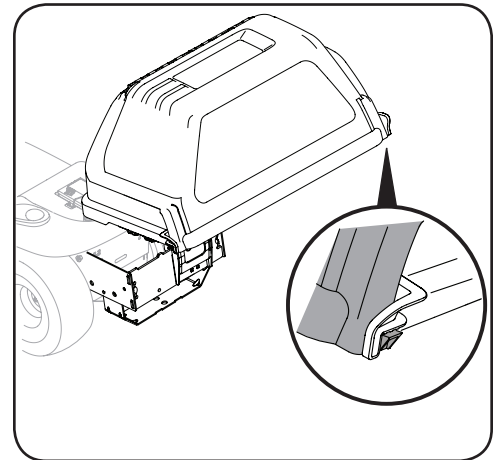

Figure 4-13
- Basculez le couvercle supérieur du bac récupérateur vers le bas pour le fermer. Poussez l'encoche arrière gauche et l'encoche arrière droite pour les verrouiller en place de chaque côté. Assurez-vous que le couvercle est bien ajusté. Voir Figure 4-13.